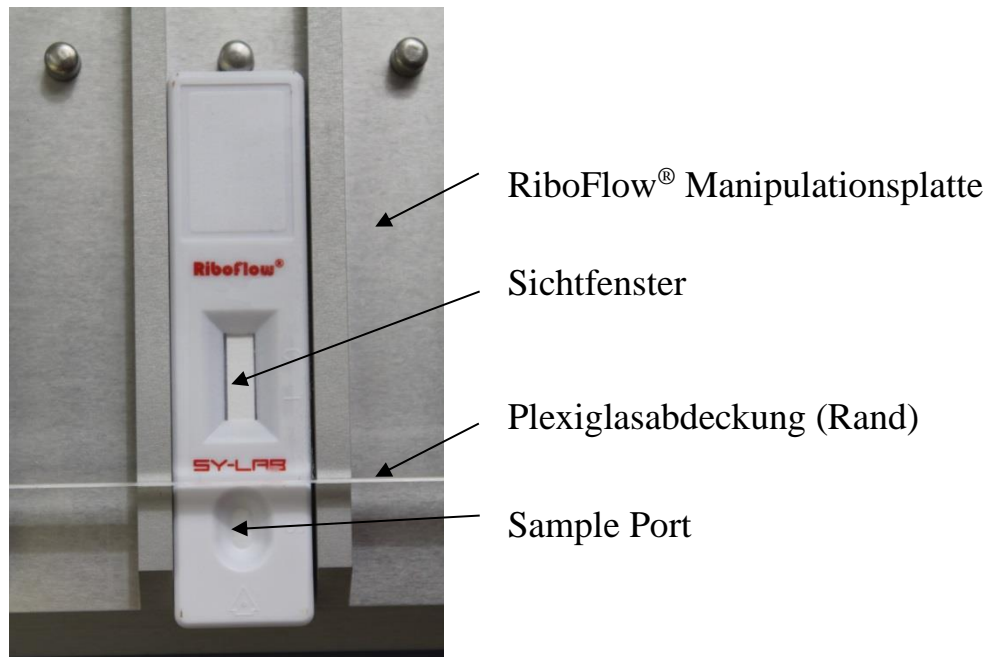

Abb. 1: RiboFlow® Lateral Flow Testkassette
3. Solution C und die benötigte Anzahl RiboFlow[®] Lateral Flow Assay devices (Testkassetten) mindestens 10 Minuten vor Testdurchführung im IL-10 Mini-Inkubator auf +48°C vorwärmen. Dafür Kassetten in die vorgewärmte RiboFlow[®]-Manipulationsplatte im Inkubator so einschieben, dass Sample Ports nicht von der Plexiglasabdeckung bedeckt sind (Abbildung 1).